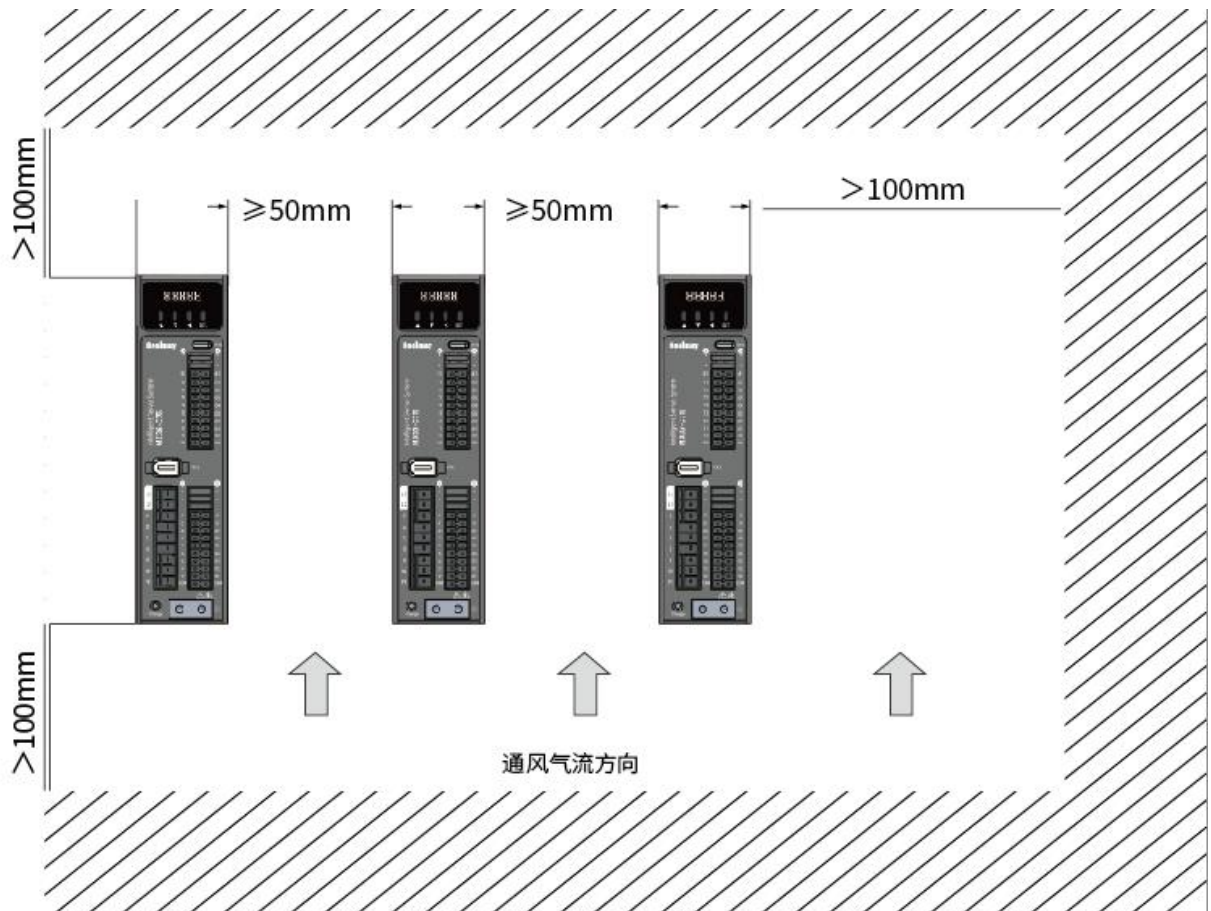

图 2.1 安装间隔
- 安装间隔：一体机之间以及与其它设备间的安装间隔距离，请参考图 2.1，注意图上标明的是最小尺寸，为保证一体机的使用性能和寿命，请尽可能地留有充分的安装间隔。